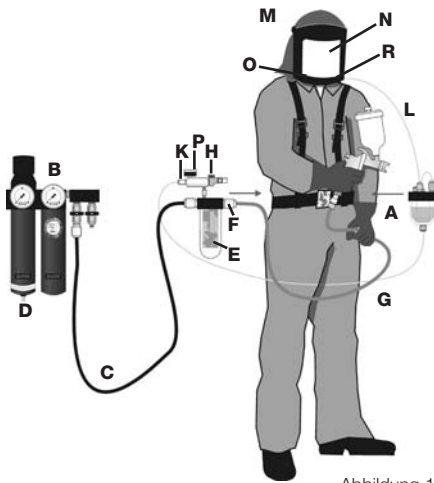
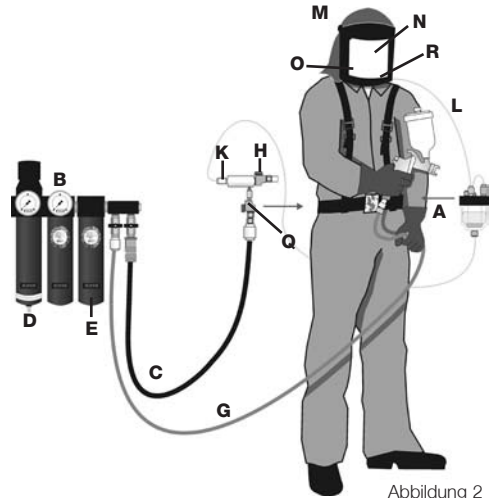

Abbildung 1
Abbildung 2
SATA vision 2000, Art. Nr. 69500, Druckluftschlauchgerät EN 270, bestehend aus Atemschutzhaube und Gurteinheit Art. Nr. 54015 mit Aktivkohleadsorber, Bild 1 oder alternativ mit Gurteinheit ohne Aktivkohleadsorber, Art. Nr. 58941, ähnlich Bild 2.
SATA-Atemschutz-Set, Atemschutzhaube mit ausgestanztem Sichtfeld mit Gurteinheit mit Aktivkohleadsorber (ähnlich Bild 1) und alternativ ohne Aktivkohleadsorber (Bild 2), Druckluftschlauchgerät für leichte Einsätze EN 1835, Atemschutzhaube Klasse 1.
Das SATA-Super-Atemschutz-Set vision 2000 ist ein hochwirksamer Gesundheitsschutz für Lackierer, sowie für Arbeiten in gesundheitsgefährdender Umgebung. Er besteht aus einer belüfteten Atemschutzhaube, welche mit gefilterter Atemluft versorgt wird, einer Gurteinheit mit Aktivkohlefilter mit zusätzlichem Anschluß für ein Druckluftgerät, Bild 1, oder alternativ einem Gurtteil ohne Aktivkohlefilter und ohne Anschluß für ein Druckluftgerät, Bild 2, und einem Druckluftzuführungsschlauch.
Vom Betreiber ist sicherzustellen, daß die vom Kompressor angesaugte Luft so frei von schädlichen Gasen, Dämpfen und Partikeln (z.B. Abgasen von Verbrennungsmotoren oder -öfen, Lösemitteldämpfen) ist, daß die Anforderungen gemäß DIN EN 12021 bezüglich des Kohlendioxidgehaltes gewährleistet sind. Die Verwendung von Sauerstoff oder sauerstoffangereicherter Luft ist nicht zulässig. Zur Entfernung von Verunreinigungen in der Atemluft, die vom Kompressor herrühren, wie z.B. Ölnebel, muß zwischen Aktivkohle-Adsorber der Gurteinheit, Bild 1, oder alternativ dem wandmontierten SATA filter 464 und dem Luftnetz zusätzlich ein Druckluftfilter mit Manometer montiert sein (z.B. SATA filter 444).
Die Verbindung zwischen dem Druckluftversorgungssystem (B), Bild 1, bzw. (E), Bild 2, und der jeweiligen Gurteinheit (Gurteil) muß mit dem zugelassenen Druckluft-Zuführungsschlauch (wärmebeständig, antistatisch, knickfest, trittfest, max. 50 m) mit Sicherheitsschnellkupplungen erfolgen, z. B. SATA Art. Nr. 49080 (6 m).